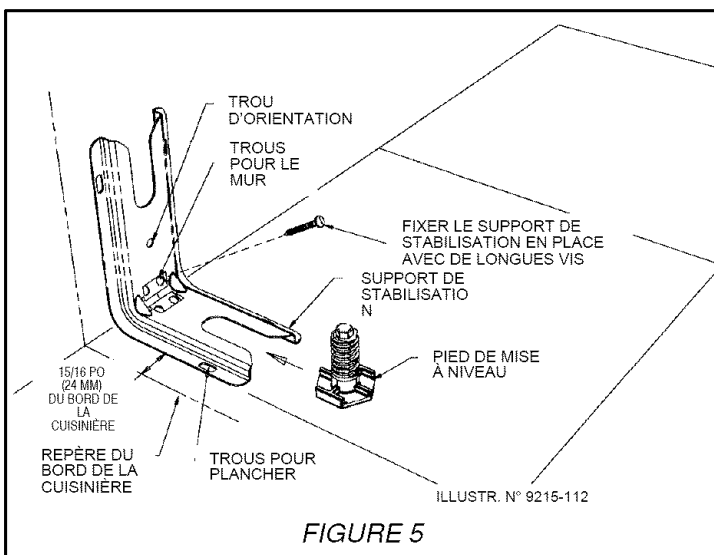

FIGURE 5
ÉTAPE 1 - Emplacement du support (voir figure 5)
- Placer le SUPPORT à 15/16 po (24mm) de la marque « BORD » en allant vers le centre de l'ouverture et contre le mur arrière tel qu'indiqué à la figure 5.
- Utiliser le support comme gabarit et marquer l'emplacement de tous les trous pour le type de matériau sur lequel le support doit être fixé, tel qu'indiqué à la figure 5.
- Plancher : Déterminer le centre des deux trous identifiés par « TROUS POUR PLANCHER » à la figure 5. Percer un trou de positionnement de 1/8 po (3 mm) au centre de chaque trou (un clou ou un poinçon peut également être utilisé si une perceuse n'est pas disponible). Fixer le support de STABILISATION au plancher à l'aide des deux vis fournies. Passer à l'ÉTAPE 3.
- Mur : Déterminer le centre des deux trous identifiés par « TROUS POUR MUR » à la figure 5. Percer un trou de positionnement de 1/8 po (3 mm) au centre de chaque trou (un clou ou un
- On trouve des vis convenant au ciment ou au béton dans les quincailleries. Percer les trous de positionnement de la grandeur correspondante à celle des vis obtenues en quincaillerie au centre des trous identifiés « TROUS POUR PLANCHER » à la figure 5. Fixer le support de STABILISATION au plancher. Passer à l'ÉTAPE 3.